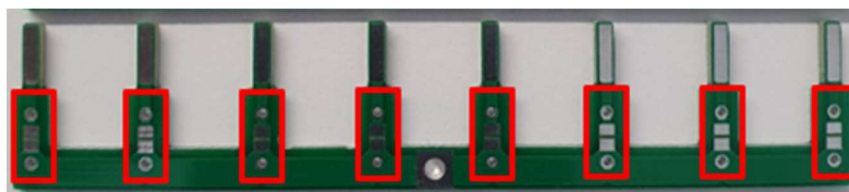

Figura 20 - Fusível/*Solder Jumper*
1. Se desejar, comece por colocar um fusível em cada saída da placa e proceda à sua soldadura, caso contrário, apenas solde o *solder jumper* que se encontra no mesmo local (Figura 20).